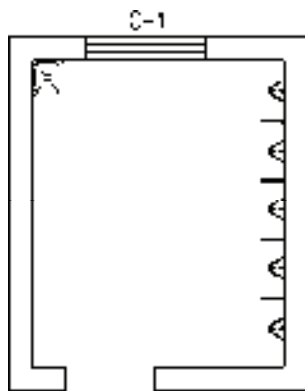

图 7-66 布置隔板
3) 按〈Enter〉键即可完成隔板的绘制, 结果如图 7-66 所示。